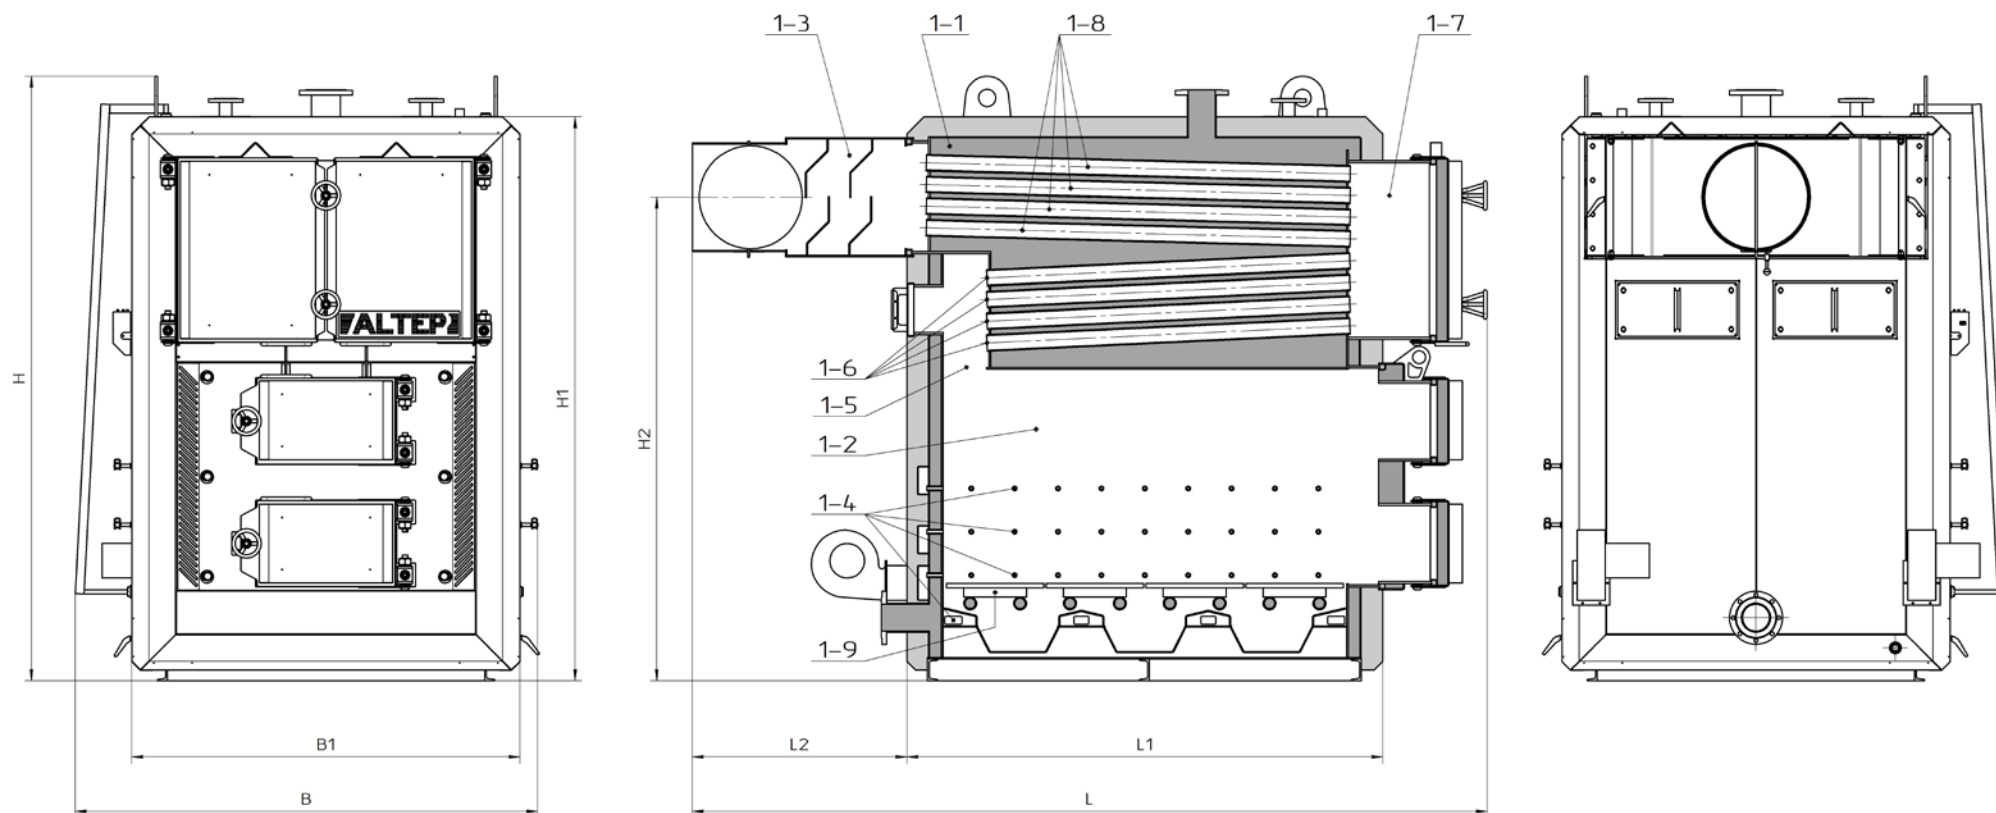
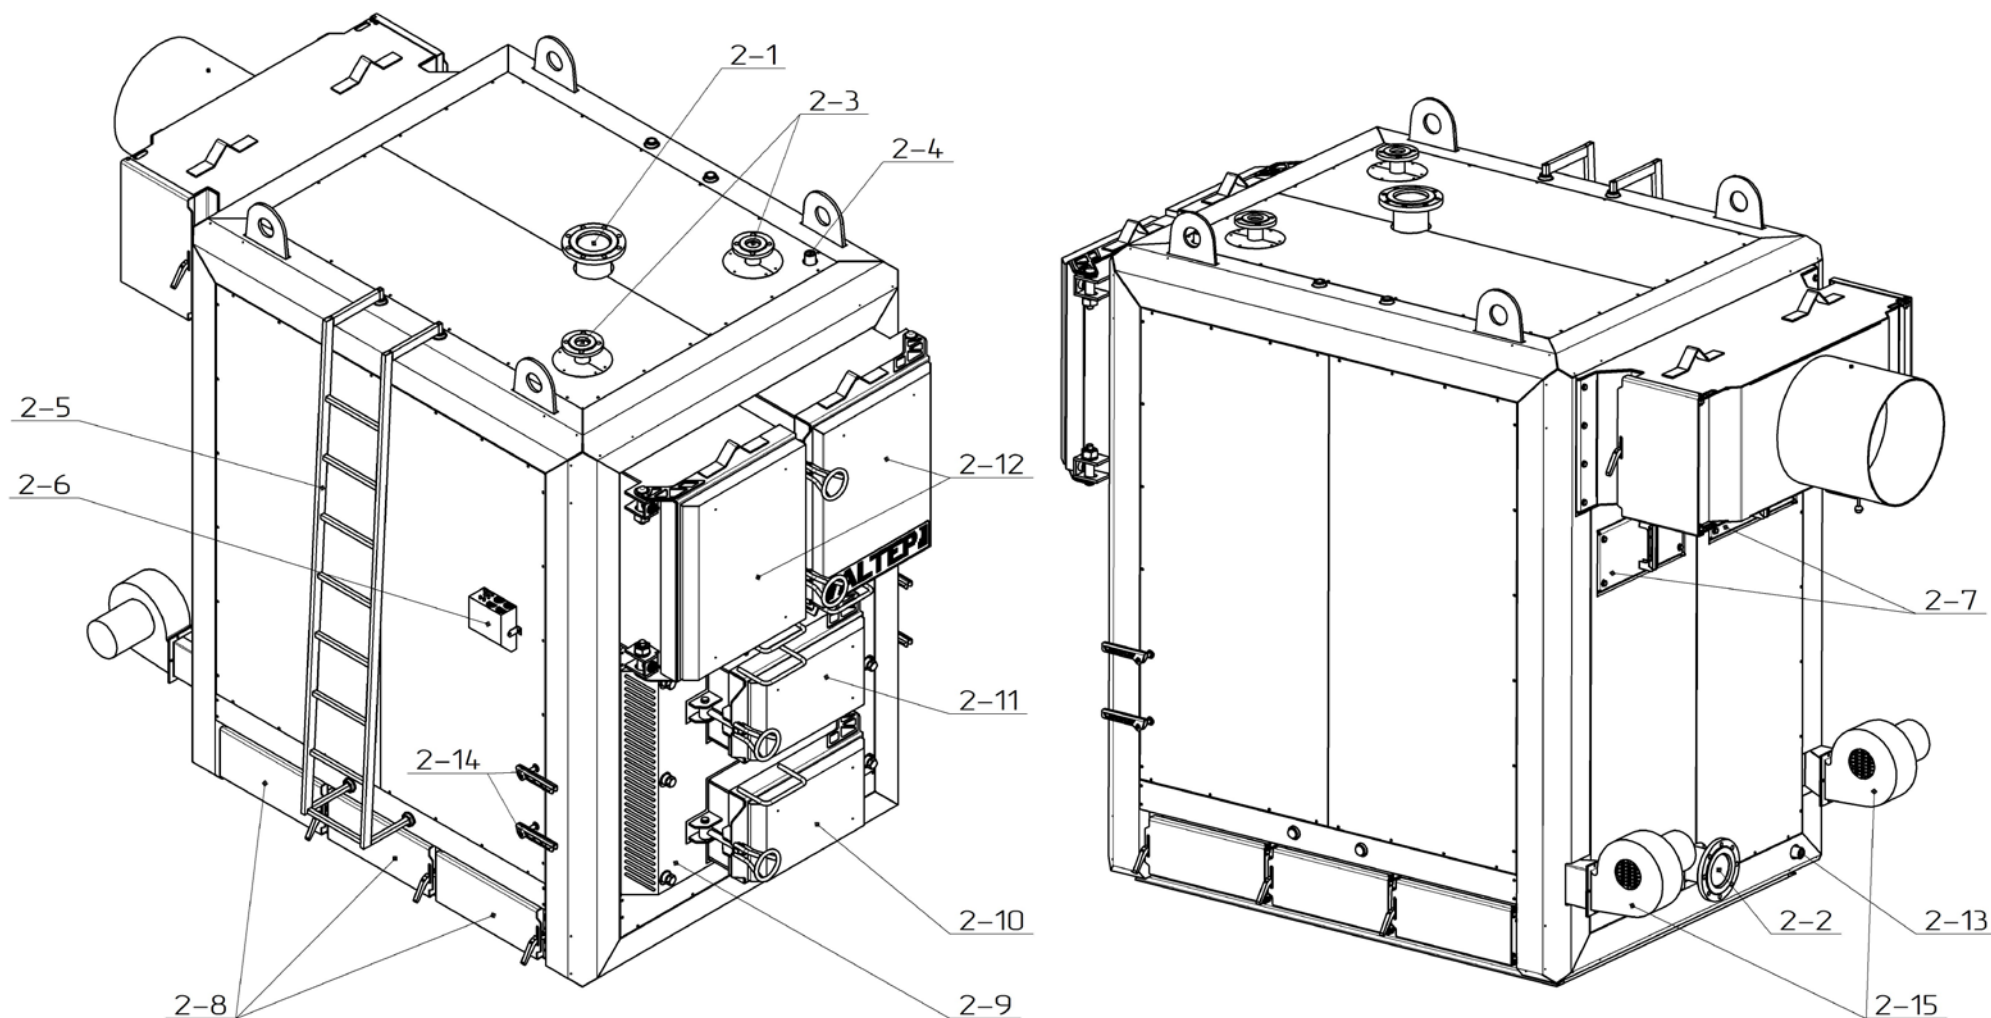

Рисунок 1 – Габаритні розміри та внутрішня будова котла
Рисунок 2 – Зовнішній вигляд та основні елементи котла
5.1 Конструктивно котел являє собою збірно-зварену конструкцію (рис. 1, 2), що складається з корпусу 1-1 (рис. 1) з камерою згоряння (топкою) 1-2 (рис. 1) та конвекційної частини.
Конвекційна частина утворена двома рядами жарових труб 1-6 та 1-8 (рис. 1), які розташовані у водному просторі безпосередньо над топкою.
Паливо для згоряння завантажується в топку крізь завантажувальні дверцята 2-11 (рис. 2) та укладається на чавунні колосникові ґрати 1-9 (рис. 1).
Згоряння палива в топці відбувається за участю повітря, яке надходить крізь патрубки подачі повітря 1-4 (рис. 1) припливними вентиляторами 2-15 (рис. 2). Кількість повітря, необхідного для процесу згоряння, регулюється автоматично блоком автоматики управління.
Димові гази, які утворюються в процесі згоряння палива, проходять всередині топки і далі, через поворотну камеру 1-5 (рис. 1), проходять всередині першого ряду жарових труб 1-6 (рис. 1), розвертаються у другій поворотній камері 1-7 (рис. 1), проходять всередині другого ряду жарових труб 1-8 (рис. 1) після чого надходять до борову 1-3 (рис. 2) та виводяться в атмосферу по димовій трубі.
Боров 1-3 (рис. 1) являє собою з'ємний димозбірник з люками для чищення та вбудованим шиббером тяги топочних газів.
Підведення і відведення теплоносія (води) здійснюється відповідно через патрубки зворотної мережної води 2-2 (рис. 2) і прямої мережної води 2-1 (рис. 2).
У верхній частині корпусу котла розташовано два однакові патрубки 2-3 (рис. 2) для монтажу запобіжних клапанів, а також штуцер 2-4 (рис. 2) для монтажу манометра.
5.2 На передній стінці корпусу котла розташовано ряд дверцят (рис. 2):
Двері топки 2-9 (рис. 2) виконані з'ємними для можливості переведення котла в режим автоматичної подачі палива з пелетним пальником. Опис процедури переведення котла в режим автоматичної подачі палива наведено в розділі 12.
На задній стінці під боровом розташовані ревізійні вікна 2-7 (рис. 2), які дають можливість періодично огляду простору першої поворотної камери.
У нижній частині на задній стінці котла розміщено штуцер 2-13 (рис. 2) для зливу води з котла.
На обох бічних стінках в нижній їх частині розміщено ряд дверцят зольника 2-8 (рис. 2) – для доступу та чищення підколосникової зони від золи. Конструкція котла дозволяє виконати монтаж системи автоматичного видалення золи за місцем експлуатації котла.
Для зручності доступу до верхньої частини корпусу котла, в комплекті поставляється монтажна драбина 2-5 (рис. 2), посадочні місця під яку передбачені з обох сторін котла.